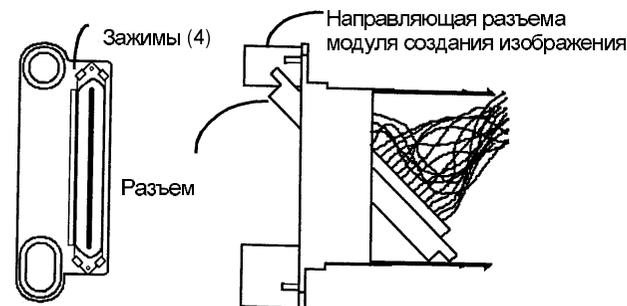

Рис. 2. Разъем модуля создания изображения
3. На новом модуле создания изображения освободите зажимы (4), снимите направляющую разъема модуля создания изображения с разъема модуля и выбросьте направляющую разъема модуля создания изображения (Рис. 2).